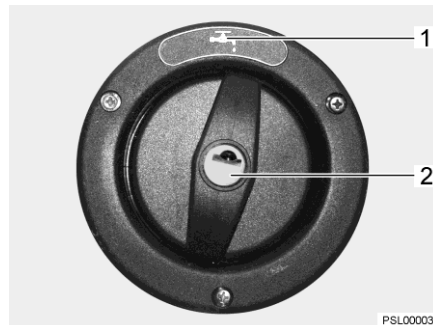

Bild 100 Verschlussdeckel für Trinkwasser-Einfüllstutzen
Der Trinkwasser-Einfüllstutzen ist mit dem Symbol "☰" (Bild 100,1) gekennzeichnet. Der Verschlussdeckel wird mit dem Schlüssel für die Außenklappenschlösser geöffnet und verschlossen.
- Schlüssel in Schließzylinder (Bild 100,2) stecken und eine viertel Umdrehung entgegen dem Uhrzeigersinn drehen.
- Trinkwasser-Einfüllstutzen (Bild 100) öffnen.